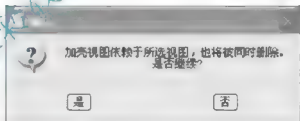

图 10.16 【确认】对话框
**注意:** 当一个视图有子视图时, 则系统会弹出如图 10.16 所示的确认对话框, 单击【是】按钮, 此视图连同其子视图一起被删除。